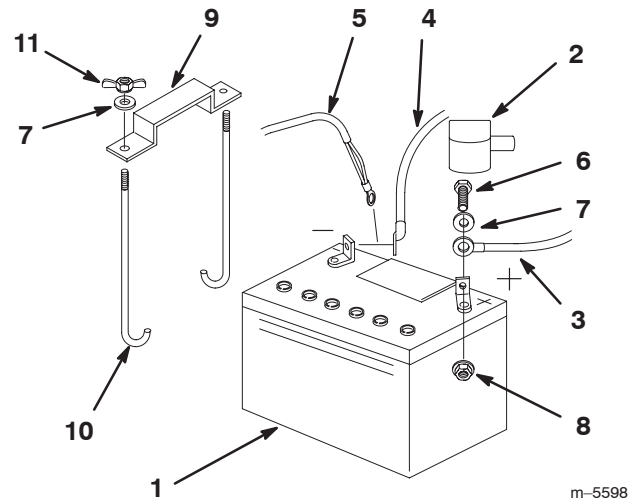

Figure 62
1. Placez la batterie dans son support en tournant les bornes vers le moteur (Fig. 62).
4. Fixez les câbles à l'aide de 2 boulons (1/4 x 3/4 pouce), 2 rondelles (1/4 pouce) et 2 contre-écrous (1/4 pouce) (Fig. 62).
6. Fixez la batterie en position avec des boulons en J, une barrette de maintien, 2 rondelles (1/4 pouce) et 2 écrous papillons (1/4 pouce) (Fig. 62).
4. Débranchez d'abord le câble négatif et le câble de masse de la borne négative (–) de la batterie (Fig. 62).
6. Débranchez le câble positif (rouge) de la batterie (Fig. 62).
7. Retirez les deux écrous papillons (1/4 pouce) qui fixent la barrette de maintien de la batterie (Fig. 62).